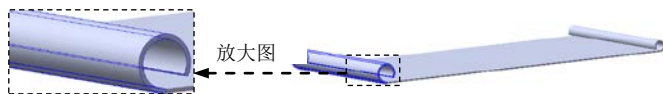
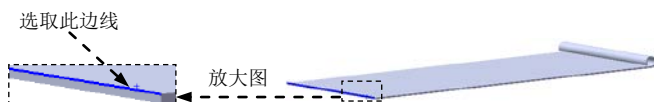

图 14.4.6 褶边 2
图 14.4.7 定义特征的边线
Step4. 创建图 14.4.6 钣金基础特征——褶边 2。
(1) 选择命令。选择下拉菜单**插入(I)** → **钣金(B)** → **褶边(F)...**命令, 系统弹出“褶边”对话框。
(2) 定义特征的边线。选取图 14.4.7 所示的模型边线为生成的褶边的边线。选取“折弯在外”选项.
(3) 定义褶边类型和大小。在**类型和大小(T)**区域中, 选择“滚轧”选项, 在文本框中输入角度值 300.0, 在文本框中输入半径值 0.8。
(4) 单击按钮, 完成褶边 2 的创建。